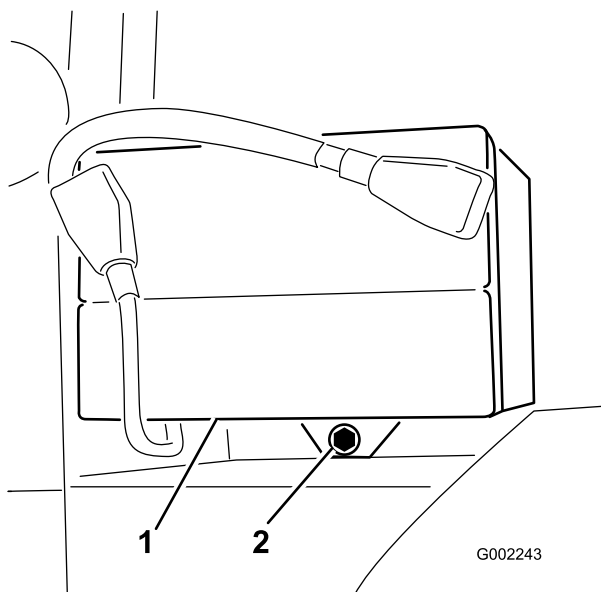

Figura 47
2. Togliete la cinghia della batteria e i dispositivi di fermo (Figura 47).
3. Montate la cinghia della batteria e fissatela con i dispositivi di fermo tolti in precedenza (Figura 47).